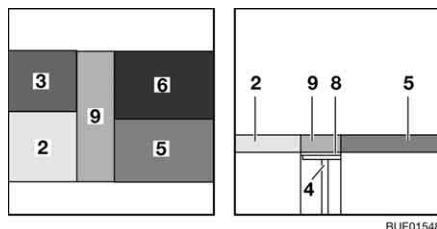

Bild 144 Efter ombyggnaden
- Lägg ryggdynan (Bild 144,6) framför sittdynan (Bild 144,5) på bordet.
- Lägg extradynan (Bild 144,9) mellan sittbänken och den variabla sitsen.
- Lägg ryggdynan (Bild 144,3) framför sittdynan (Bild 144,2) på förlängningen till den variabla sitsen.